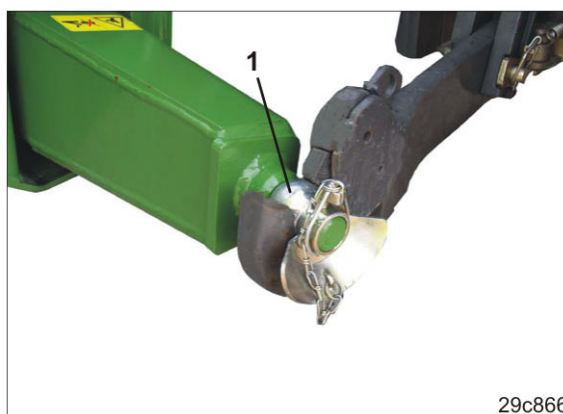

Fig. 147
3. Fixez une douille à billes (Fig. 147/1) avec dispositif récepteur à chaque axe du bras inférieur.